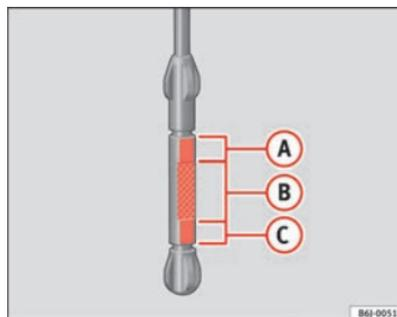

Fig. 114 Jauge d'huile moteur
- Ensuite, retirez-la de nouveau et vérifiez le niveau d'huile ⇒ **fig. 114**. Faites l'appoint d'huile moteur si nécessaire. ▶